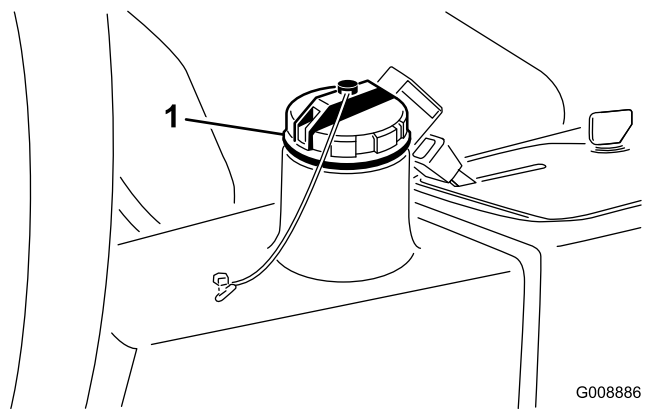

Рисунок 79
4. Залейте в гидравлический бак (Рисунок 79) приблизительно 13,2 литра гидравлической жидкости; см. Проверка гидравлической системы (страница 55).